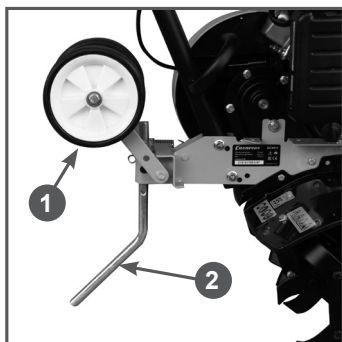

Рис. 15 Установка сошника и колес в рабочее положение
2. Переведите транспортировочные колеса 1 в рабочее положение (Рис. 15).
3. Установите сошник 2 в рабочее положение (Рис. 15). Вставьте сошник в паз кронштейна, совместите нужное отверстие в сошнике с отверстием в кронштейне и вставьте палец крепления сошника. Зафиксируйте палец шплинтом.